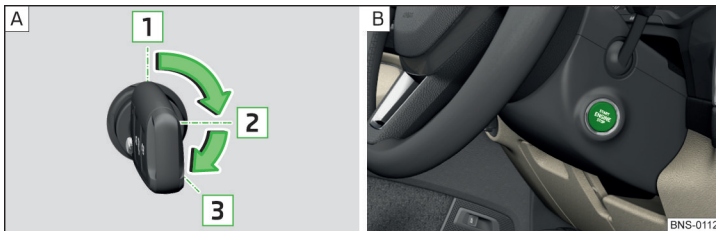

Abb. 251 Positionen des Fahrzeugschlüssels im Zündschloss / Starterknopf
Positionen des Fahrzeugschlüssels im Zündschloss » Abb. 251 - **A**
➤ Den Knopf drücken » Abb. 251 - **B**, die Zündung wird ein-/ausgeschaltet.
- Bei Fahrzeugen mit **Zündschloss** den Schlüssel in die Position **3** drehen » Abb. 251 auf Seite 211 - **A**, es erfolgt der Startvorgang. Dann den Schlüssel loslassen, der Motor springt automatisch an.
- Bei Fahrzeugen mit **Starterknopf** den Knopf kurz drücken » Abb. 251 auf Seite 211 - **B**, der Motor springt automatisch an.
- Bei Fahrzeugen mit **Zündschloss** den Schlüssel in die Position **1** drehen » Abb. 251 auf Seite 211 - **A**.
- Bei Fahrzeugen mit **Starterknopf** den Knopf drücken » Abb. 251 auf Seite 211 - **B**, der Motor und die Zündung werden gleichzeitig ausgeschaltet.
› Den Knopf gedrückt halten » **Abb. 251 auf Seite 211** -  oder zweimal innerhalb von 1 Sekunde drücken.